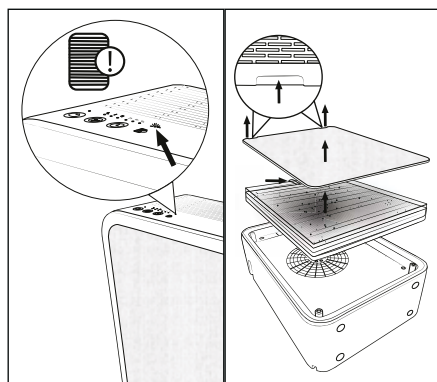

Fig. 6
Quando il LED cambio filtro **4** lampeggia (vedere fig. 6), il filtro EPA **7** non è più in grado di fornire la sua massima prestazione. Le informazioni sull'ordinazione dei filtri di ricambio sono riportate al capitolo **11. Ordinazione dei pezzi di ricambio.**
- ◆ Staccare la copertura **6** prendendola dalle maniglie incassate del lato superiore dell'apparecchio (vedere fig. 6).
- ◆ Estrarre il filtro EPA **7** dall'apparecchio tirando la linguetta (vedere fig. 6).